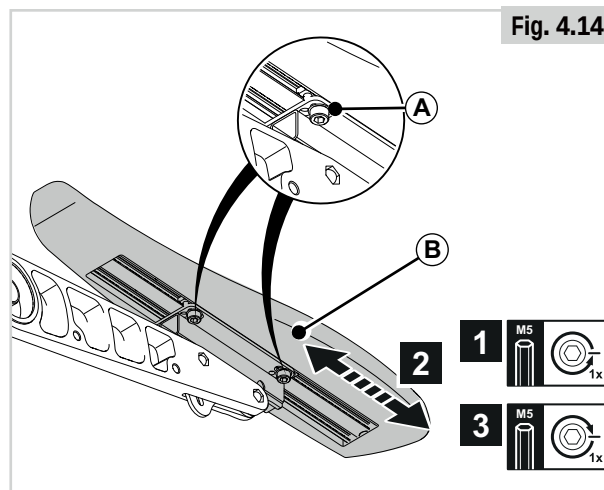

Fig. 4.14
Profondeur de la manchette (Fig. 4.14)
Pour atteindre facilement la vis arrière des accoudoirs dont la hauteur est faible, desserrez les vis (A) de la Fig. 4.14 et inclinez la manchette pour rendre la vis plus accessible.